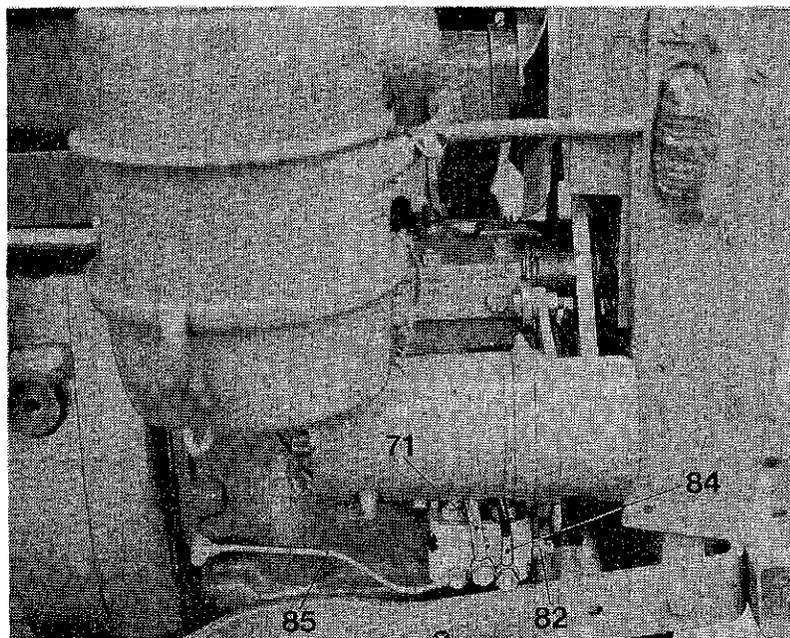

Abb. 3
1. Saugleitung (71 Abb. 3) am Öltankstutzen $\varnothing 5$ aufstecken und mit 2 Schlauchklemmen (Jurid) festklemmen. Rücklaufschlauch (83 Abb. 2) am Öltankstutzen $\varnothing 6$ aufstecken.
5. Rücklaufschlauch (83 Abb. 2) vom Öltank am Feinfilter (70 Abb. 2) anschrauben. Rücklaufschlauch von der Ölpumpe (84 Abb. 3) am Feinfilter (70 Abb. 2) anschrauben.
6. Öltank mit 1,0 Ltr. HDB-Öl auffüllen und Saugleitung (71 Abb. 3) mit Hohlschraube erst dann festschrauben wenn Öl blasenfrei austritt. (Achtung! Kupferdichtungen müssen beidseitig der Hohlschrauben vorhanden sein)